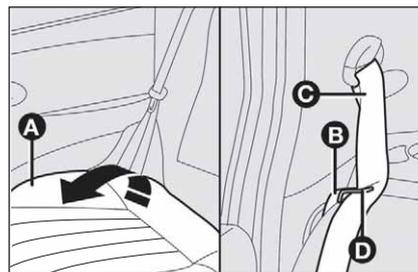

fig. 105
- ❑ verificare che ciascuno dei due nastri **C-fig. 105** delle cinture di sicurezza laterali sia inserito nella rispettiva linguetta di guida cintura **D**;